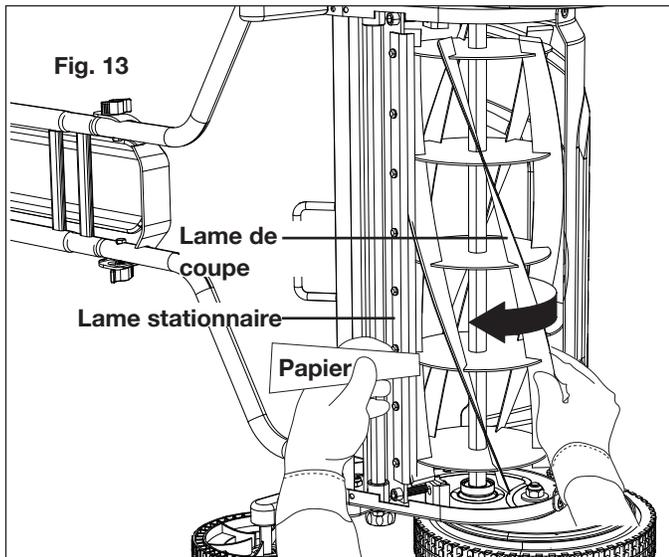

Fig. 13
6. Faites tourner lentement le rouleau de coupe vers la lame stationnaire et observez si le papier est coupé au premier passage de la lame du rouleau de coupe (Fig. 13).